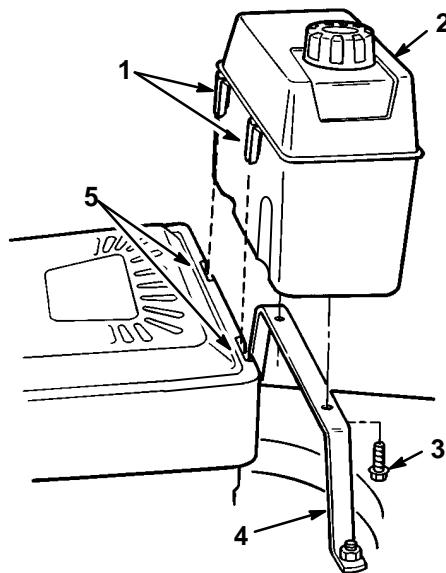

Figure 4
2. Enganche las presillas de plástico de la parte delantera del tanque de gasolina en las ranuras de la parte trasera del motor (Fig. 4).
3. Fije el tanque de gas a su base mediante (2) tornillos autorroscantes (Fig. 4). No apriete en exceso los tornillos.